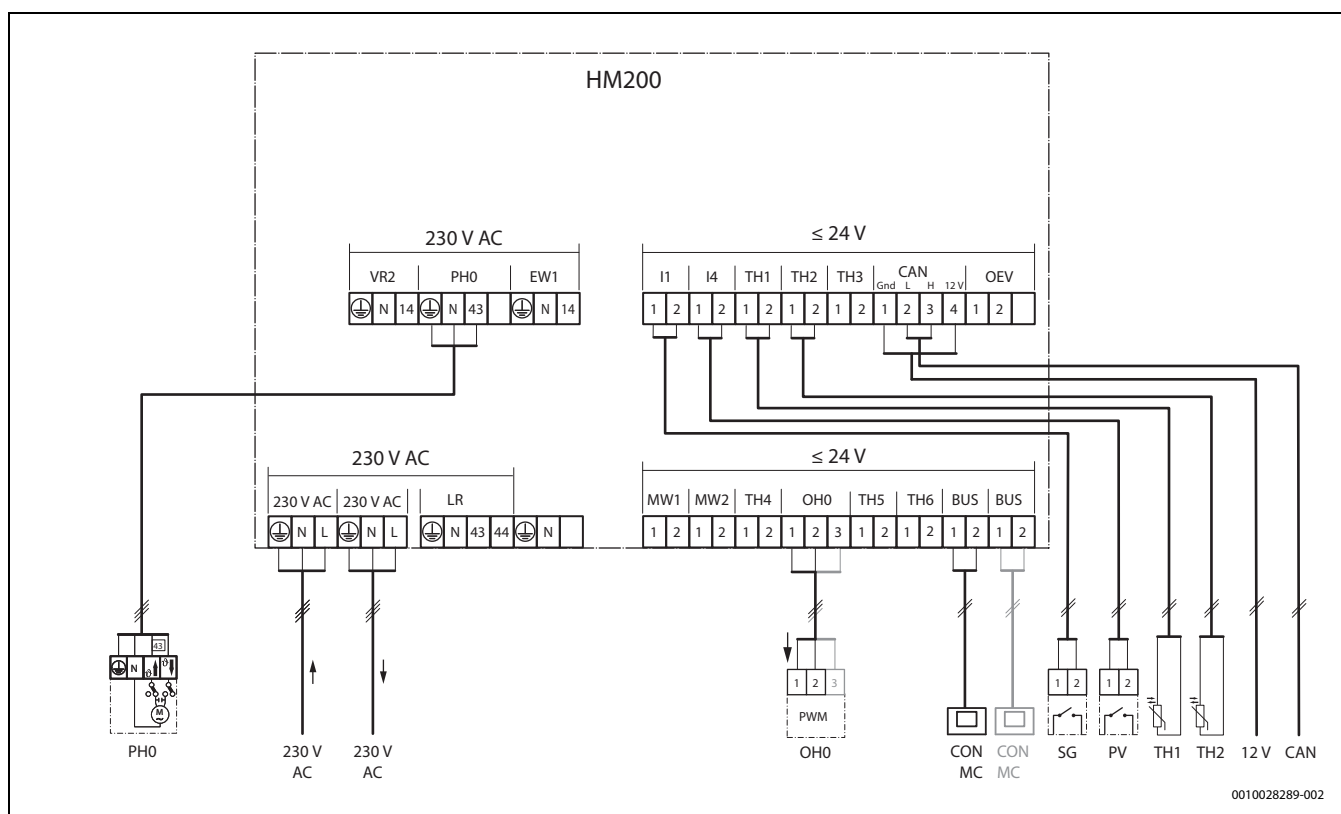

Fig. 4 Panoramica sull'occupazione dei morsetti di collegamento
- ▶ Assicurarsi che i cavi conduttori siano collegati ai collegamenti del modulo appositamente contrassegnati (→ fig. 4).